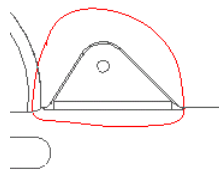

图 10.4.33 放大图的轮廓线
Step3. 绘制放大视图的轮廓线。在系统  **草绘样条，不相交其它样条，来定义一轮廓线。** 的提示下，绘制图 10.4.33 所示的样条线以定义放大视图的轮廓，当绘制到封合时，单击鼠标中键结束绘制（在绘制边界线前，不要选择样条线的绘制命令，而是直接单击进行绘制）。